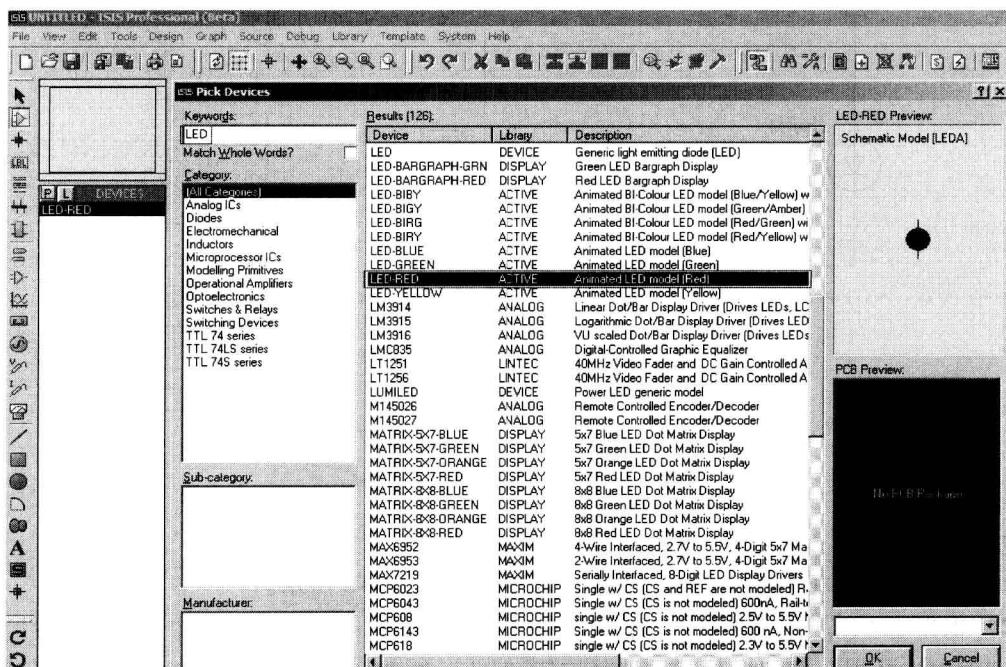

图 1-9 选择元器件
- 2) 根据表 1-3，在 PROTUES 元器件库中选择元器件：单击工具栏中的 按钮，然后单击“对象选择器”窗口中的对象选择按钮“P”，在“Keywords”框中输入要选的元器件，如输入元器件名称“LED”，在“Results”中找到元器件，然后单击“OK”按钮，如图 1-9 所示。